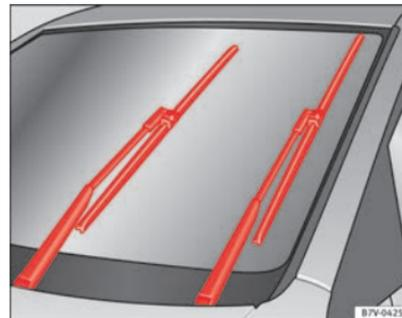

Abb. 140 Scheibenwischer in Servicestellung
- Die Zündung ein- und wieder ausschalten und anschließend (vor Ablauf von ca. 9 Sekunden) den Scheibenwischerhebel auf die Position Tippwischen stellen. Die Scheibenwischer stellen sich in die Servicestellung ⇒ **Abb. 140**.